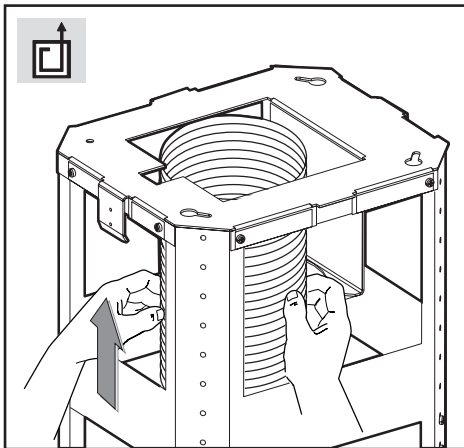

Fig.7
**-Versione aspirante:** Fissare il tubo flessibile al foro di evacuazione aria predisposto (Fig.7).